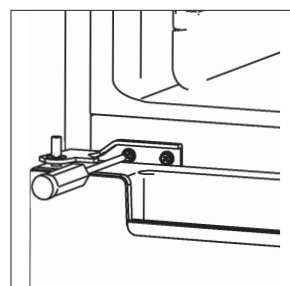

Fig. 14
- ▶ Skru det nederste hængsel (8) fast med de to skruer.
- ▶ Skru apparatfødderne (9) i.
- ▶ Stil apparatet op igen. Juster det derefter vandret ved at dreje apparatfødderne (9) ind og ud.
- ▶ Anbring nu frysekabsdøren (7) på det nederste hængsel (8), ved at du placerer udsparringen nede på frysekabsdøren (7) på tappet.
- ▶ Hold frysekabsdøren (7) lukket.
- ▶ Flyt det mellemste hængsel (6) til venstre side.
- ▶ Sæt to spændeskiver på tappet for det mellemste hængsel, og sæt tappet i frysekabsdøren (7).
- ▶ Fastgør det mellemste hængsel (6) med de to skruer og en stjerneskruetrækker (fig. 14).